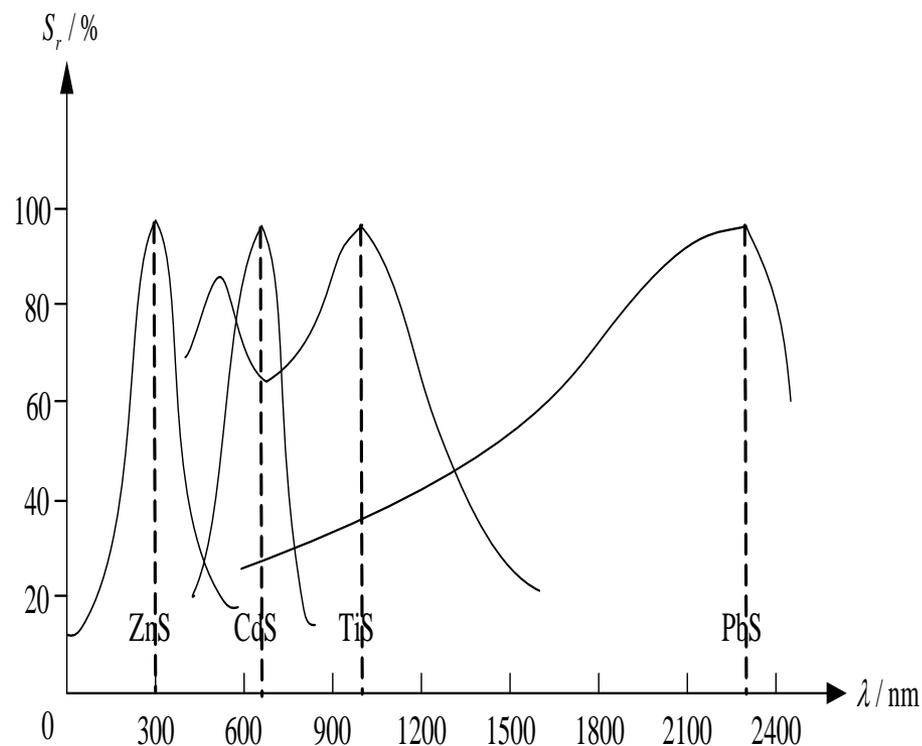

图7-8 光敏电阻的光谱特性
- 光谱特性是指光电流对不同波长单色光的相对灵敏度。图7-8所示为几种不同材料的光敏电阻的光谱特性，光敏电阻的灵敏度随波长不同而不同。